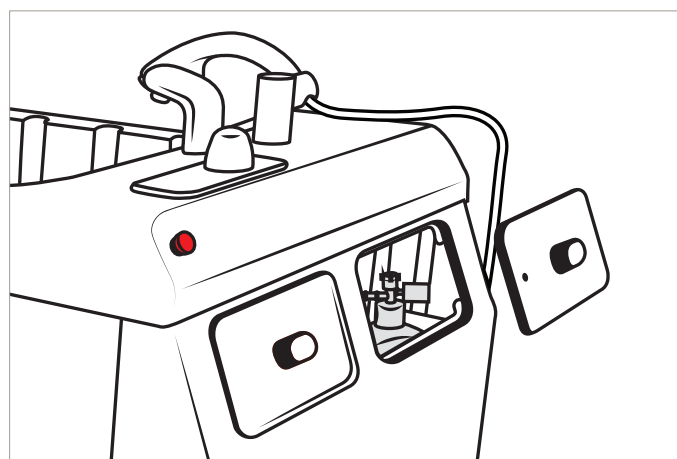

Figure 53
2. Déverrouiller et déposer le capot B. Voir la section Figure 53.